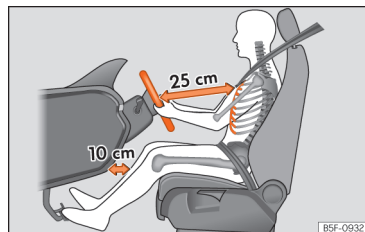

Fig. 15 A separação correta entre o condutor e o volante deve ser de 25 cm no mínimo [10 polegadas].
- Ajuste o volante de modo a ficar a uma distância de, pelo menos, 25 cm (10 polegadas) do esterno » » » **Fig. 15** e a poder segurá-lo com ambas as mãos pelos lados, pela parte exterior, com os braços ligeiramente fletidos.